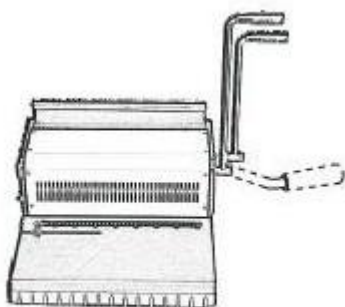

Рис.1
- Д.** Опустите вниз рукоятку для перфорирования ,затем верните её в исходное Положение (смотрите рис.1)